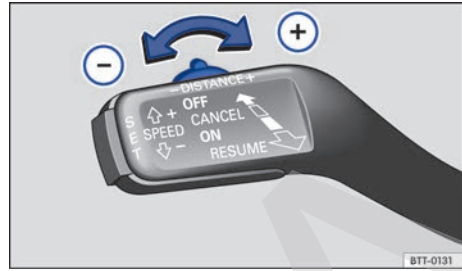

Fig. 172 En el lado izquierdo de la columna de dirección: ajuste de la distancia del ACC.
- ① Vehículo precedente, la regulación de la distancia está activa.
- ② Indicación del nivel de distancia seleccionado con el mando → fig. 172.
- ③ Nivel de distancia seleccionado (grande) con la regulación activa.
- ④ Vehículo precedente, la regulación de la distancia no está activa.
- ⑤ Margen de distancia seleccionado con la regulación inactiva.
Los niveles de distancia se pueden ajustar mediante el mando desplazable de la palanca → fig. 172 o en el sistema de infotainment (dependiendo del país). El programa de conducción solo se puede ajustar en el sistema de infotainment → pág. 243.
Para mostrar la distancia ajustada actualmente, pulse ligeramente el mando desplazable situado en la palanca → fig. 172.
Presione brevemente el mando hacia la izquierda o hacia la derecha → fig. 172: